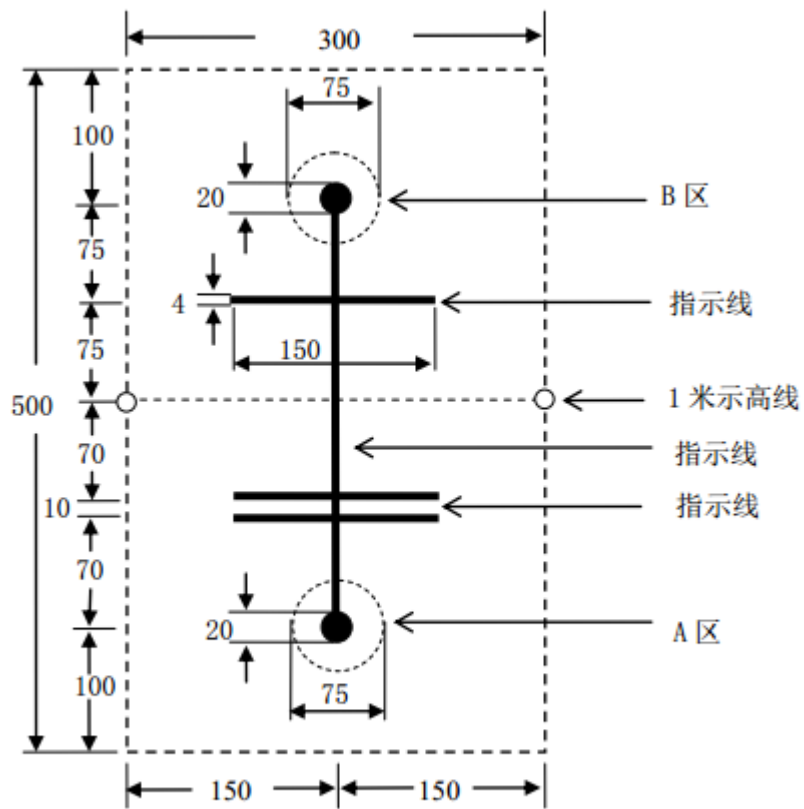

图 1 飞行区域俯视图 (图中单位: cm)
- (1) 四旋翼自主飞行器 (下简称飞行器) 摆放在图 1 所示的 A 区, 一键式启动飞行器起飞; 飞向 B 区, 在 B 区降落并停机; 飞行时间不大于 45s。
- (2) 飞行器摆放在 B 区, 一键式启动飞行器起飞; 飞向 A 区, 在 A 区降落并停机; 飞行时间不大于 45s。